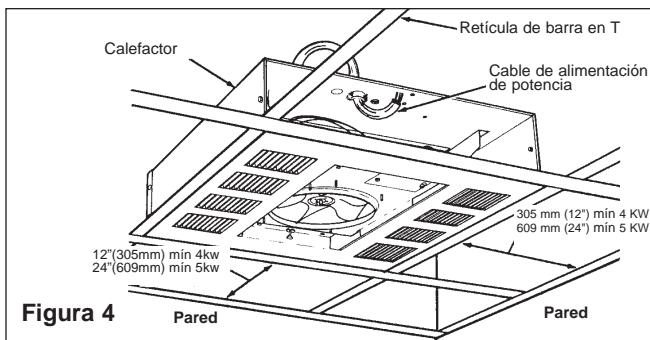

Figura 4
- Coloque en posición el calefactor en la rejilla de la barra en T (Figura 4) y asegure según se requiera. VEA LA ADVERTENCIA NO. 9.